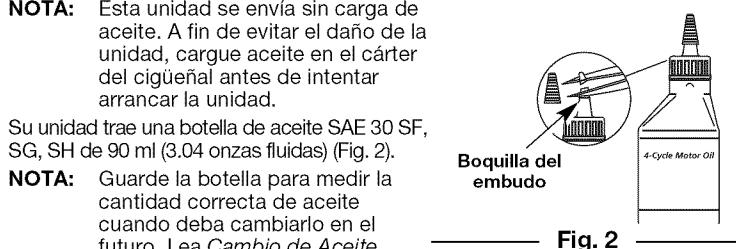

Fig. 2
Su unidad trae una botella de aceite SAE 30 SF, SG, SH de 90 ml (3.04 onzas fluidas) (Fig. 2).
- Desenrosque la tapa de la botella de aceite y retire el sello de papel que cubre la apertura. Vuelva a colocar la tapa. Corte la punta de la boquilla del embudo (Fig. 2).